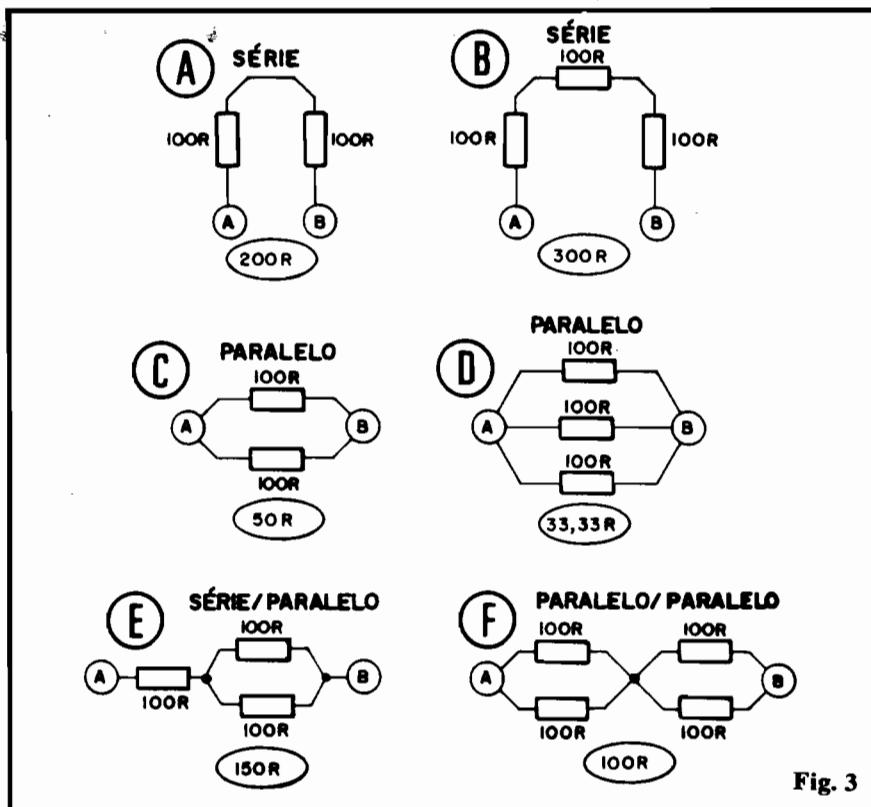
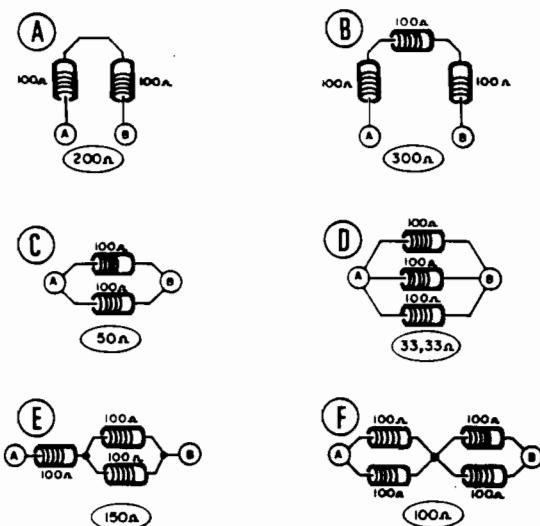

Fig. 3
Fig. 4
- **FIG.3** - Diversos exemplos de associações de resistores, com os valores finais resultantes também indicados. Vamos ver cada caso:
Onde “Rp” é o valor resistivo resultante da associação, enquanto que $R_1, R_2, R_3, \dots, R_n$ são os valores individuais dos resistores que formam o conjunto. Vamos “conferir” com o exemplo mostrado na fig. 3-C:
Para que o Leitor/Aluno, ainda iniciante, não se atrapalhe muito com a simbologia (vão tratando de decorar e acostumar-se, que essas "molezas" apenas serão fornecidas nas primeiras Lições...), os mesmos arranjos mostrados na fig. 3 são também vistos, em "forma real", na próxima figura:
- FIG. 4 - "Vista real" das associações exemplificadas na fig. 3.